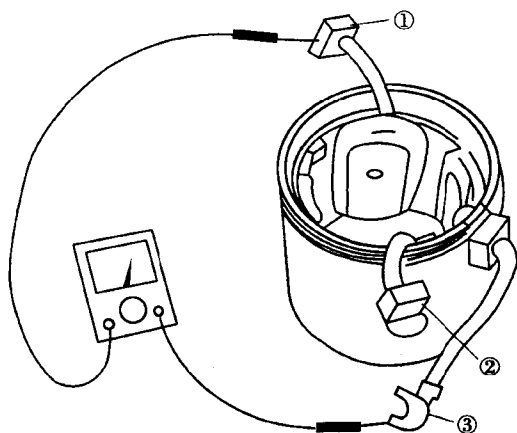

图 1-11 起动机断路检测
• 断路检测。如图 1-11 所示,用万用表检测,电阻应很小,若电阻无穷大,表示断路,应更换。